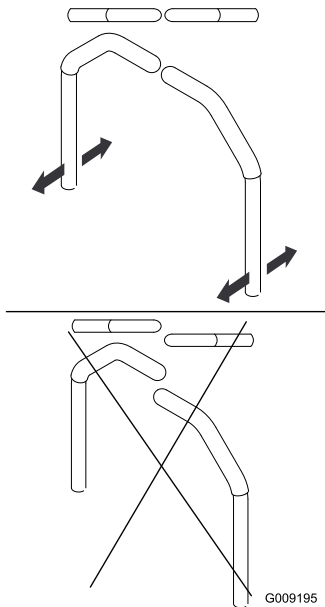

Figure 82
4. Réglez l'alignement avant/arrière des leviers en les plaçant tous deux à la position point mort, puis faites-les coulisser jusqu'à ce qu'ils soient alignés, et serrez les boulons (Figure 82).